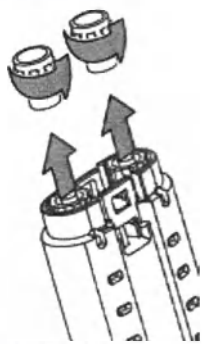

Рисунок 9
1. Держите шприц-держатель VeraSeal для приготовления герметика так, чтобы колпачки шприца были направлены вверх. Отвинтите и выбросьте колпачок шприца Льева обоих шприцев с фибриногеном и тромбином. (Рис.9)